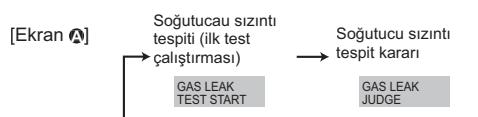

Fig. 8-2
- ② ⓧ CLOCK (⊖) düğmesine basın ve [GAS LEAK TEST START] (GAZ SIZINTI TESTİNİ BAŞLAT) seçeneğini seçin. (Fig. 8-2)